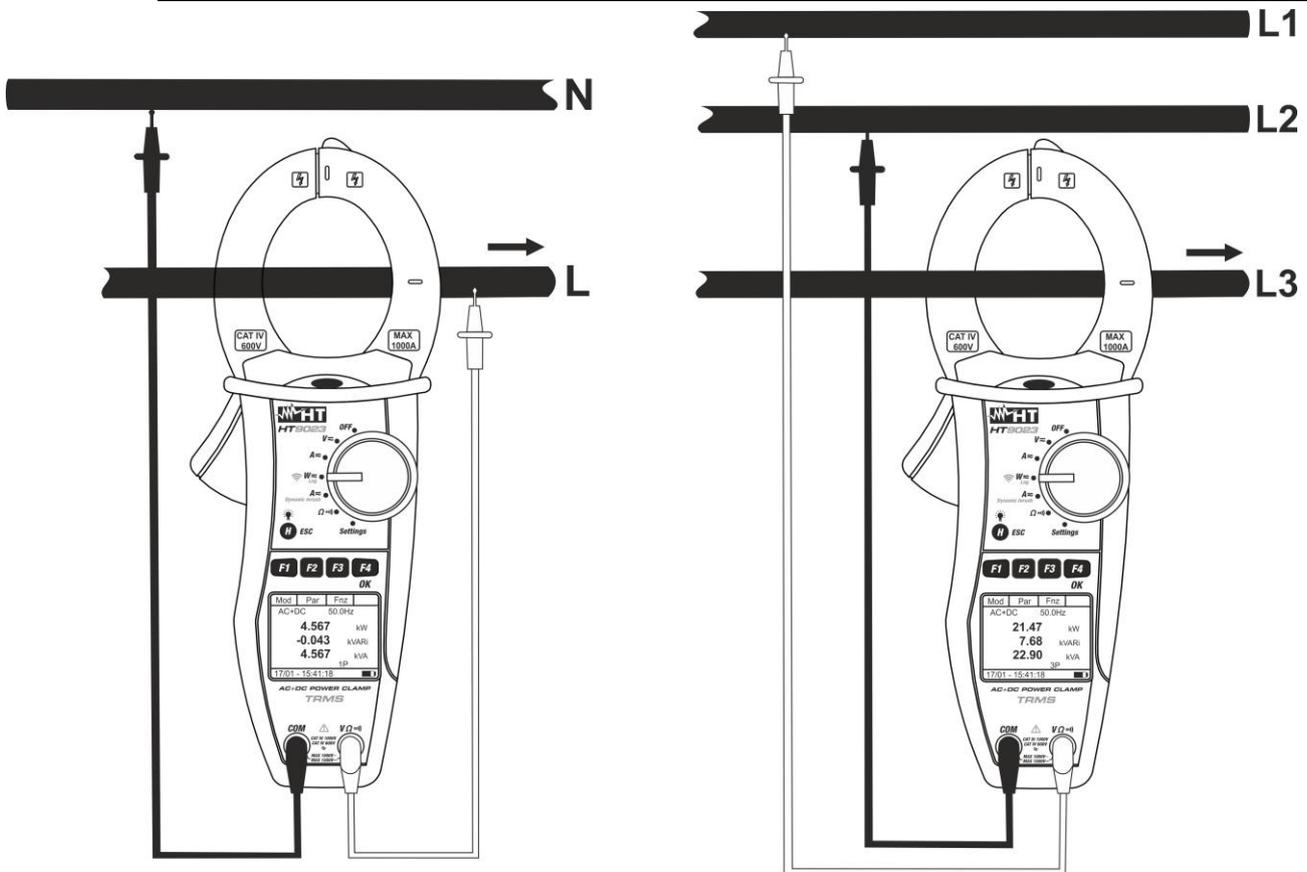

Fig. 13: Medida de potencia CA / CA+CC en sistemas Monofásicos y Trifásico equilibrado
- Inserte el cable rojo en el terminal de entrada **VΩ~** y el cable negro en el terminal de entrada **COM** y realice las conexiones del instrumento como indicado en Fig. 13 en función del tipo de medida. Inserte el cable en el interior del toroidal respetando la dirección de la corriente indicada por la flecha en el centro del mismo a fin de obtener medidas precisas. Utilice las marcas presentes como referencia (vea Fig. 2)